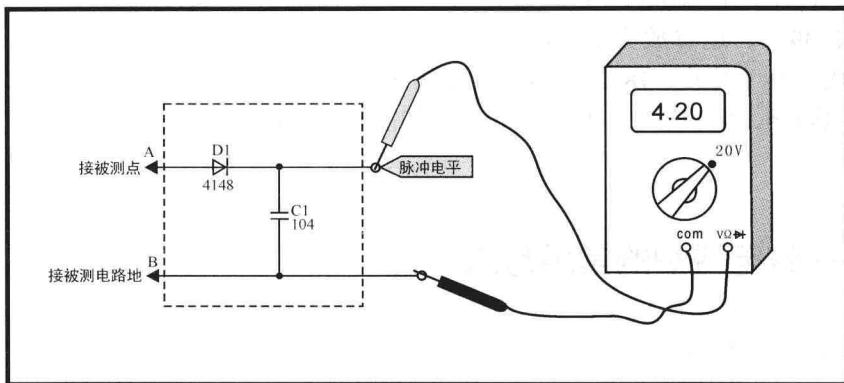

图 1-3 脉冲检测器的电路结构
(4) 脉冲检测器。脉冲检测器主要由开关二极管和电容等组成，其电路结构如图 1-3 所示。它配合数字万用表的电压挡，可以检测脉冲电压的有无。